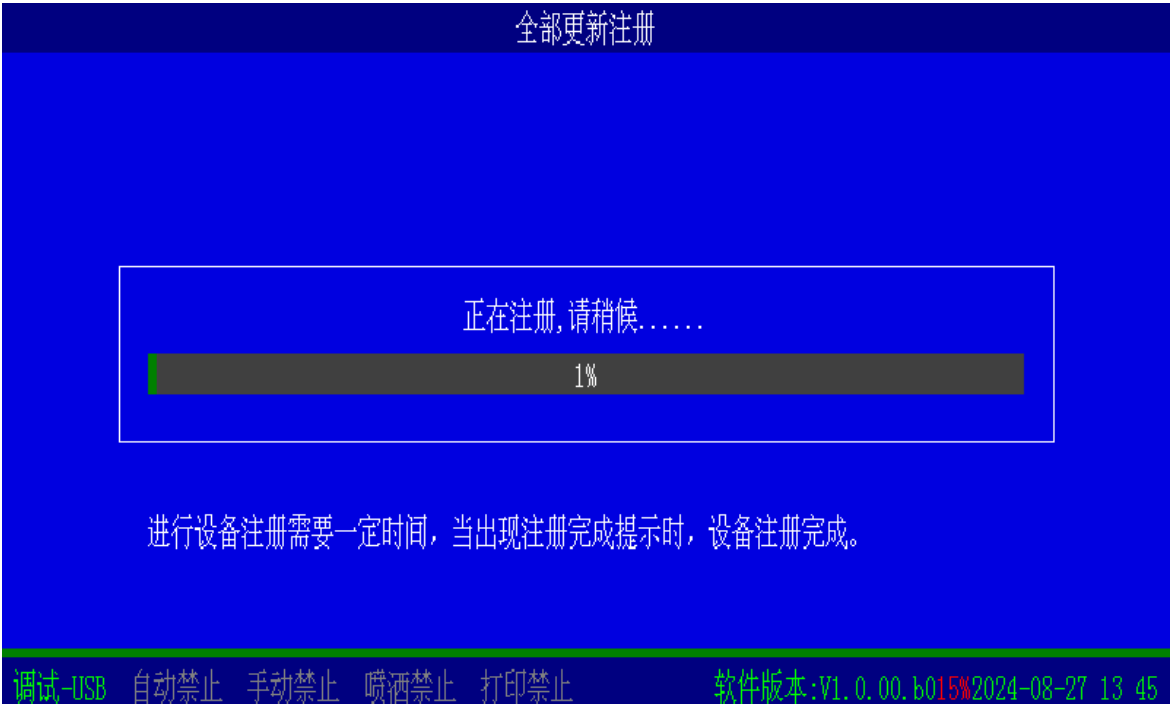

图 5-3
- 若用户进行注册操作，则进入注册界面（如图 5-3），注册进度条提示当前的注册进度。